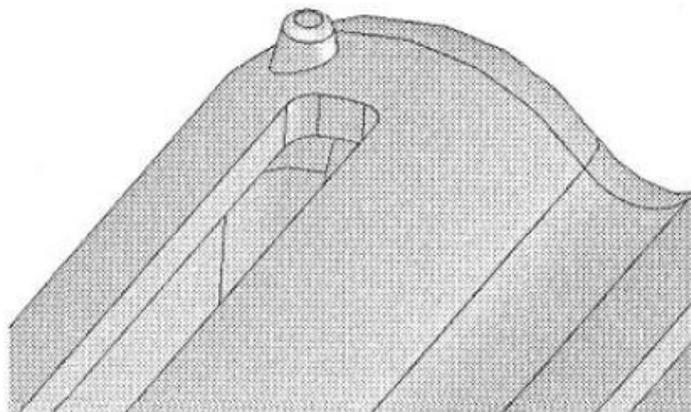

Рис. 4.23. Повернутый и увеличенный вид модели с ножкой
9. Создайте ножку для модели, используя инструменты вытягивания и Скругления. Затем размножьте ножки, как показано на рис. 4.23.
4. Поверните модель и добавьте Скругление радиусом 0,25 к основанию опоры. Повернутый и увеличенный вид завершенной ножки приведен на рис. 4.23.